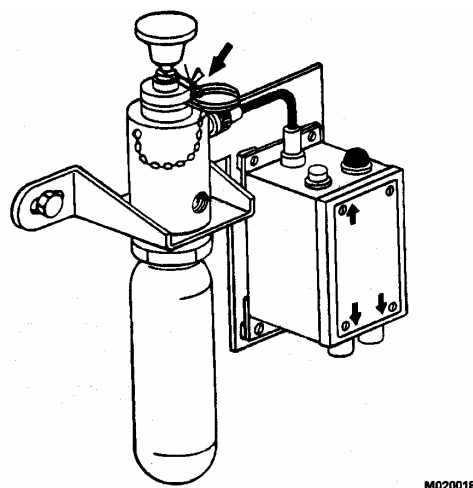

FIGURA 2-21. INSTALE EL CARTUCHO DEL ACCIONADOR
3. Inserte el pasador del anillo en el orificio y fije el sello del cable (Ver Figura 2-21).